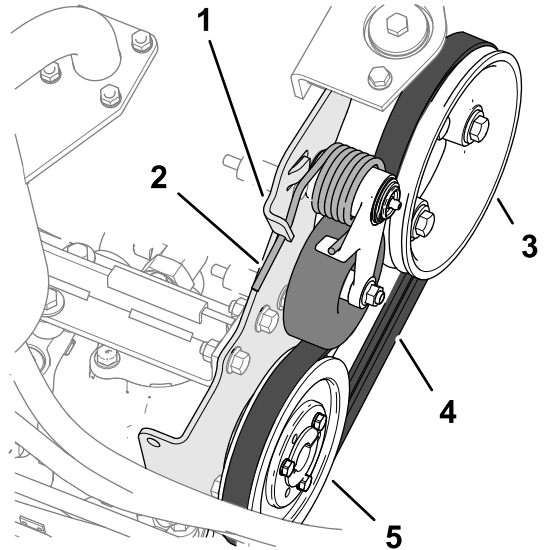

图 85
2. 将皮带张紧弹簧的末端向下推出泵安装凸耳中的槽口然后向前移动弹簧端图 85。